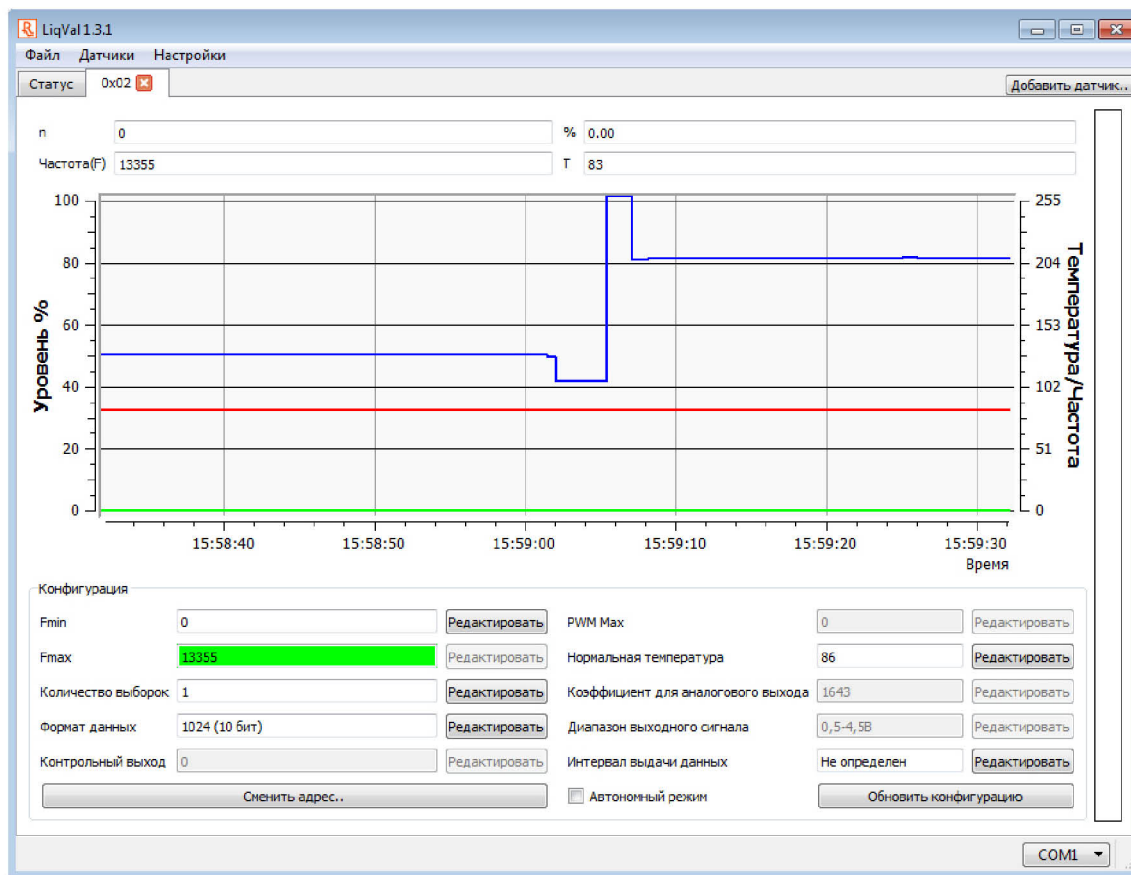

Рисунок 7. Калибровка датчика для пустого бака
8. Откалибровать нижний предел (пустой бак). Для этого необходимо нажать кнопку «Редактировать», расположенную напротив поля «Fmax» (рисунок 7). Данные из поля «Частота(F)» занести в поле «Fmax» и нажать кнопку «Принять». В случае успешной установки нижнего предела поле «Fmax» мигнет зеленым цветом (рисунок 7).